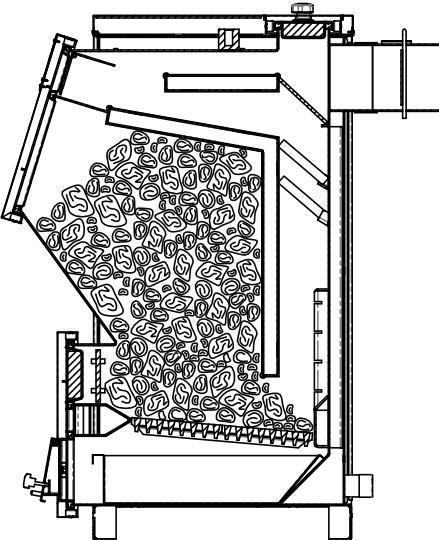

Рис.7 Схема загрузки котла.
8.4.5. Добавьте очередную порцию топлива, когда разгорится первый слой основного топлива, равномерно распределить его по всему объему в соответствии рис.7.
| 6 | Повреждение лакокрасочного покрытия загрузочной двери. | Несоблюдение схемы загрузки топлива. | Обеспечить загрузку топлива в соответствии со схемой рис.7 |